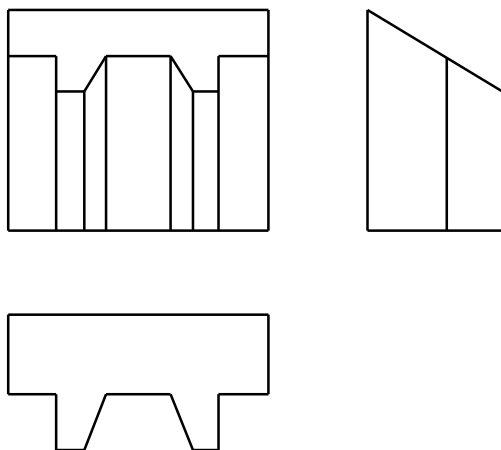

图 3-13 利用导航点捕获绘制投影图
- 图 3-13 为已知一物体的左视图与俯视图, 利用导航点捕捉方式完成其主视